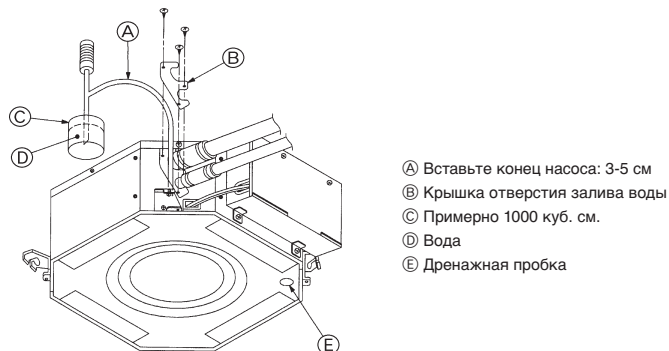

Fig. 6-2
6.1. Проверка дренажа (Fig. 6-2)